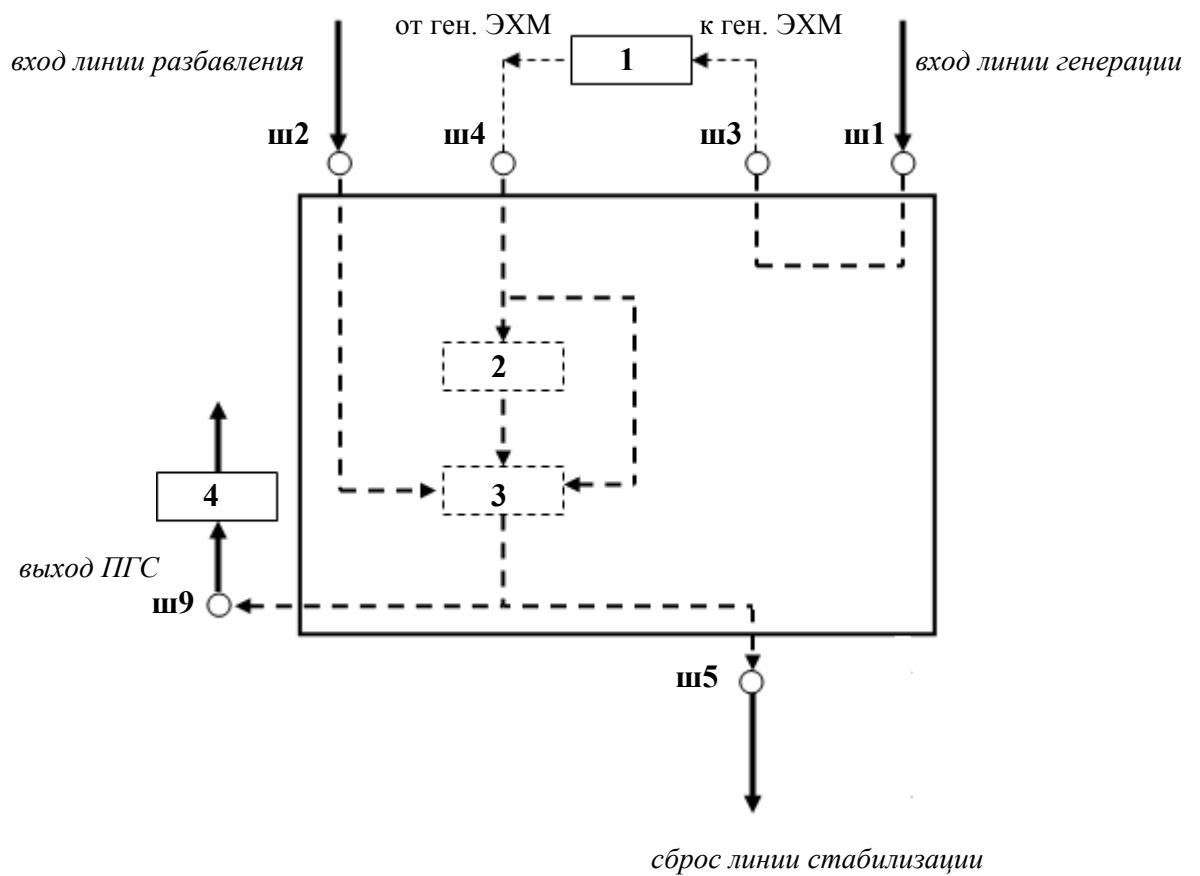

Рисунок 1. Упрощённая пневматическая схема генератора ПГСМ "Инфан ЭХГР-НСН"
1.4.2 Работа модуля генерации 1 (рис. 1) состоит в использовании энергии электрического тока для инициации химических реакций с выделением цианистого водорода. Модуль генерации применяется в связи с тем, что длительное хранение поверочных газовых смесей на основе цианистого водорода нецелесообразно.